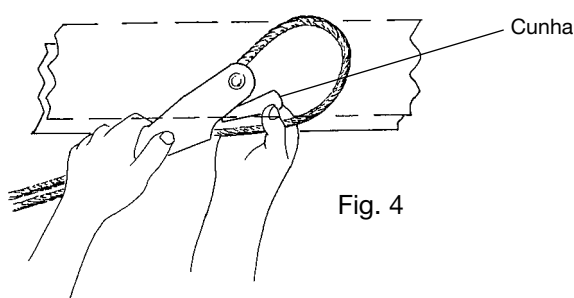
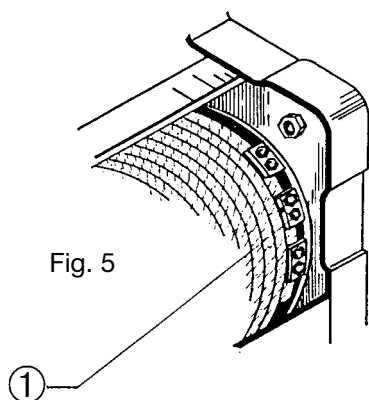

Fig. 4
Fig. 5
Para a desmontagem do cabo de aço: remover a cunha do sapatilho (Fig. 4), então tirar a ponta do cabo de aço da abraçadeira e tirar o cabo das polias do bloco e eventual retorno. Desenrolar completamente o cabo de aço do tambor, pressionando o botão de “descida” da botoeira de comando, até a extremidade do tambor. Afrouxar os parafusos de fixação dos bornes do cabo de aço (Fig. 5).
Montagem do cabo de aço novo: introduzir o cabo de aço no último borne de fixação deixando a ponta do cabo sobressair cerca de 40 mm; apertar os parafusos do borne (Fig. 5 - pos. 1) apertando o cabo até esmagá-lo e fixar os outros bornes.